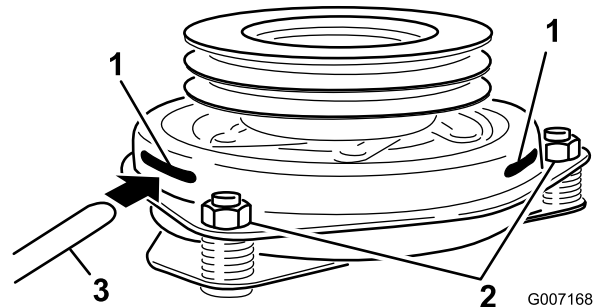

Figure 58
côté de l'ensemble. Vérifiez qu'elle passe bien entre les surfaces de frottement de l'induit et du rotor (Figure 58).
- Serrez les contre-écrous jusqu'à ce la jauge d'épaisseur fléchisse légèrement mais puisse bouger facilement dans l'entrefer (Figure 58).